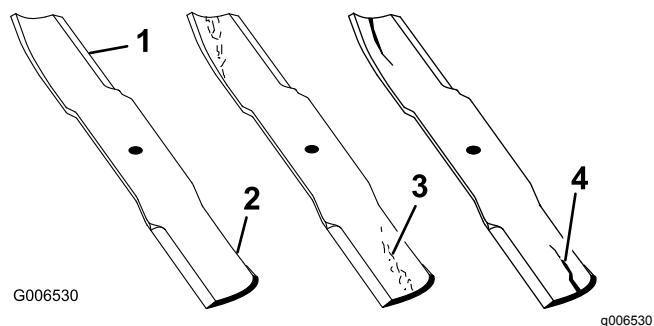

Figura 28
2. Examine cuidadosamente as extremidades da lâmina, prestando especial atenção à zona onde se encontram as partes curvas e planas da lâmina (Figura 28). Verifique o estado da lâmina antes da operação de corte, pois a areia e outros materiais abrasivos podem ter desgastado o metal que liga as partes curva e plana da lâmina. Se der conta de desgaste (Figura 28), substitua a lâmina; consulte Desmontagem e montagem da\(s\) lâmina\(s\) \(página 22\).
Se a lâmina continuar a sofrer este tipo de desgaste irá formar-se uma ranhura entre a aba e a parte plana da lâmina (Figura 28). Eventualmente, pode soltar-se algum pedaço da lâmina e projetar-se, ferindo-o a si ou a qualquer pessoa próxima.